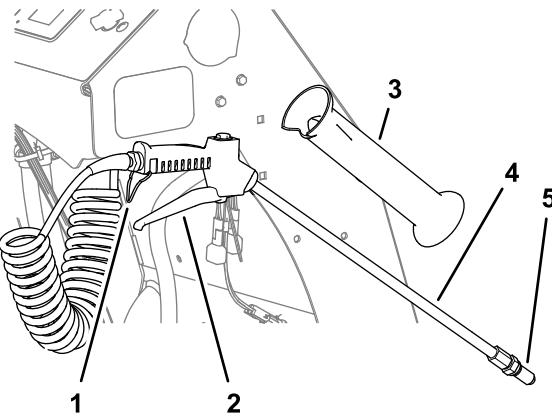

Figure 59
1. Sortez l'applicateur manuel de son support sur le côté droit de la machine (Figure 59).
4. Serrez la gâchette de l'applicateur manuel pour commencer à pulvériser; verrouillez la gâchette en place au besoin (Figure 59).
5. À la fin de la pulvérisation, déverrouillez la gâchette de l'applicateur manuel si vous l'aviez verrouillée et relâchez-la (Figure 59)
7. Insérez l'applicateur manuel dans son support (Figure 59).